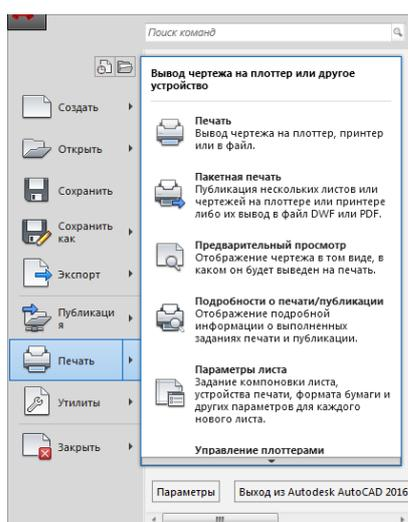
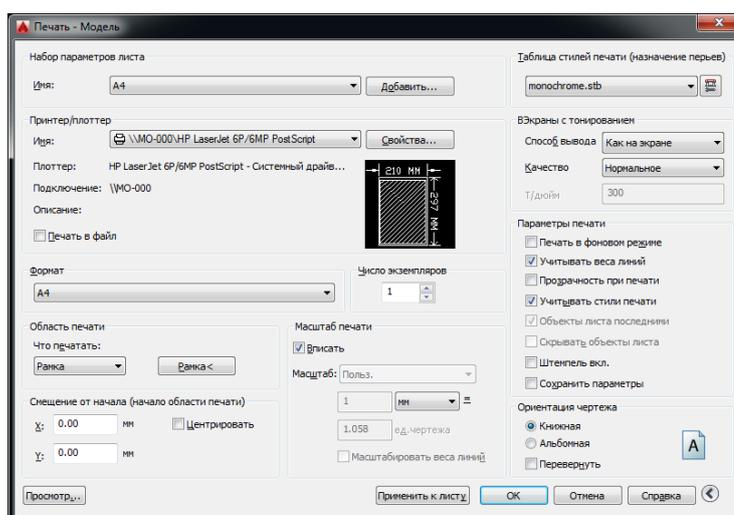

Рис.12.
Рис.13.
11. Вывод на печать осуществляется (рис.12) вызовом команды "Печать" Откроется окно диалога Печать – Модель (или –Лист) (рис.13). В поле "Набор параметров листов" "Имя" этого окна установите название созданной Вами компоновки, все настройки уже будут сделаны и параметры принтера внесены. Для вывода на печать нажмите ОК.